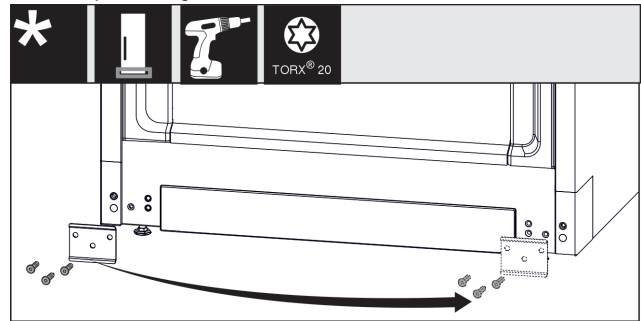

Fig. 15
- Skruva av plåten Fig. 15 (1), sätt den på den andra sidan och skruva fast.